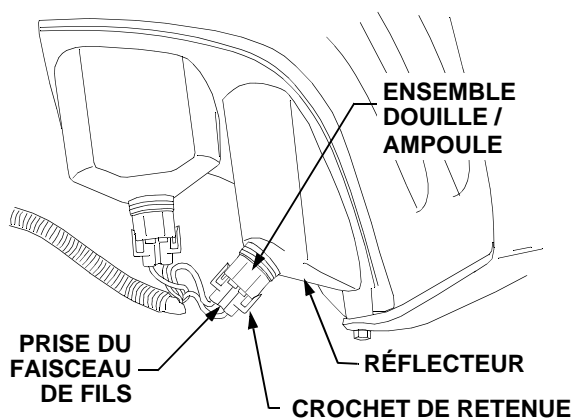

Figure 37
- De l'ensemble ampoule / douille, détachez les deux crochets qui retiennent la prise terminant le faisceau de câble, puis débranchez ce faisceau de l'ensemble ampoule / douille. Voir la Figure 37.